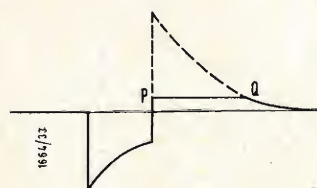

Fig. 8 - Limitazione di un overshoot.
L'equazione (13) rimane valida senza riserve fintanto che sia il solo impulso a venir tagliato, e non l'overshoot. La limitazione influenza solo il coefficiente A, che deve essere determinato per porre le condizioni iniziali modificate in seguito all'amputazione dell'impulso. In molti casi si mantiene l'ampiezza dell'impulso così bassa che non può venir tagliata. La fig. 8 rappresenta invece un caso in cui la limitazione avviene; per essa è applicabile la (13), ma si deve fare eccezione per la discontinuità. La porzione limitata compresa tra i punti P e Q dell'overshoot si può considerare come un overshoot isolato avente una costante di tempo infinita. La costante A della (13) si può determinare con le condizioni iniziali corrispondenti al punto P in fig. 8. La porzione di overshoot, che segue il punto Q è la stessa che si avrebbe in assenza di limitazione, salvo che si deve adottare un nuovo valore della costante A della (13), valore determinato dalle condizioni al punto Q. (continua)